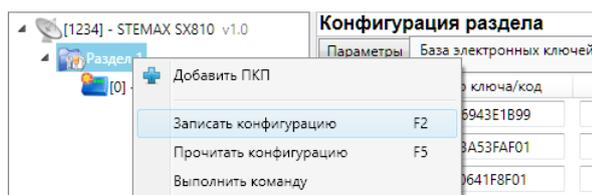

Рис. 4.7. Запись конфигурации раздела в контроллер
6. После регистрации необходимых ключей щелкните правой кнопкой мыши по строке группы параметров раздела в дереве устройств и в появившемся меню выберите *Записать конфигурацию* (рис. 4.7).